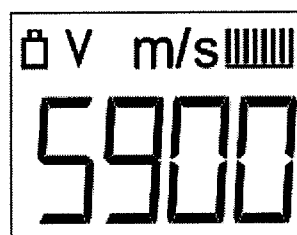

Рисунок 10 – Индикация скорости УЗК
8) Нажмите клавишу , после чего в основной области индикатора отобразится рассчитанная скорость ультразвука в калибровочном образце, высветится индикатор «V» (Рисунок 10), после чего толщиномер перейдет в режим «Измерение».